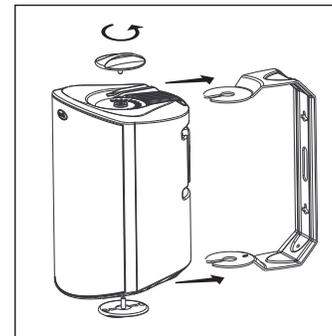

FIGURA 10: Girare le manopole della staffa per rimuovere quest'ultima.
4. Utilizzando come dima le scanalature presenti nella staffa, contrassegnare con una matita i punti in cui andranno inserite le viti; a tal scopo togliere le manopole della staffa, situate sulla parte superiore e inferiore del diffusore, e rimuovere la staffa [Figura 10].